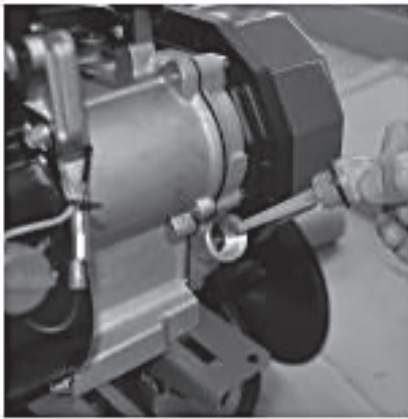

Рисунок 8
7.1. Моторне масло (див. Рисунок 8)